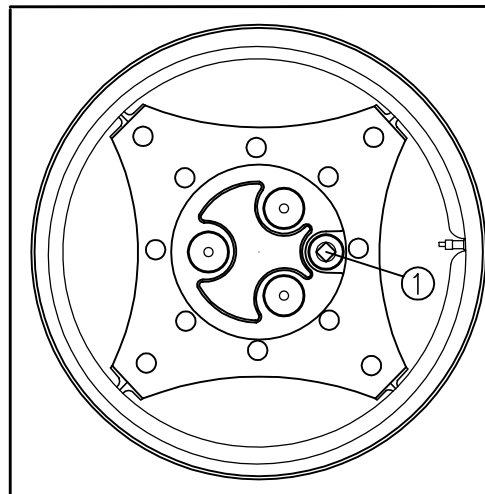

Fig.5-20 Front axle final drive: 1 Filter, drain and level plug.
Postavite čepove glavčine točka ① (Fig. 5-20) na centralnu liniju točkova. Uklonite čepove i proverite nivo ulja. Dospite ulje naznačenog tipa kroz otvore za čepove.